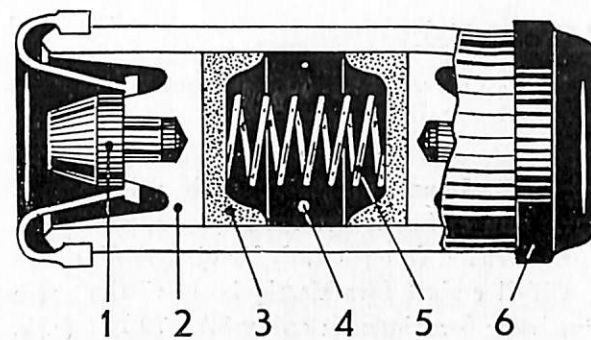

Bild 24. Hjulcylinder.
Lossa klämman, kräng av gummitätningarna (6 bild 24) och tag ut kolvar (2), packningar (3) och fjäder (5). Tvätta samtliga delar i blåsprit.